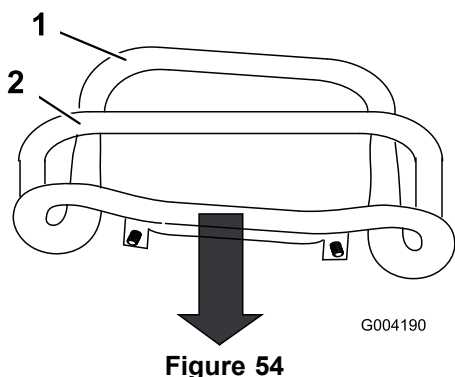

Figure 54
3. Tirez la commande de déplacement tout droit en arrière pour mettre l'avant en contact avec la barre de référence (Figure 54).